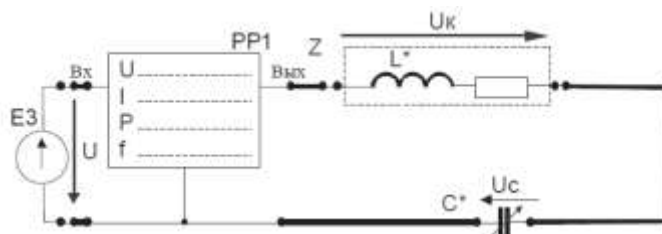

Рисунок 13 - Цепь с последовательным соединением реальной катушки индуктивности и конденсатора
4. Собрать электрическую цепь с последовательным соединением реальной катушки индуктивности  $L^*$  конденсатора  $C^*$  (рис. 13), используя элементы цепи в соответствии с заданным вариантом (табл. 15). Предъявить схему для проверки преподавателю.